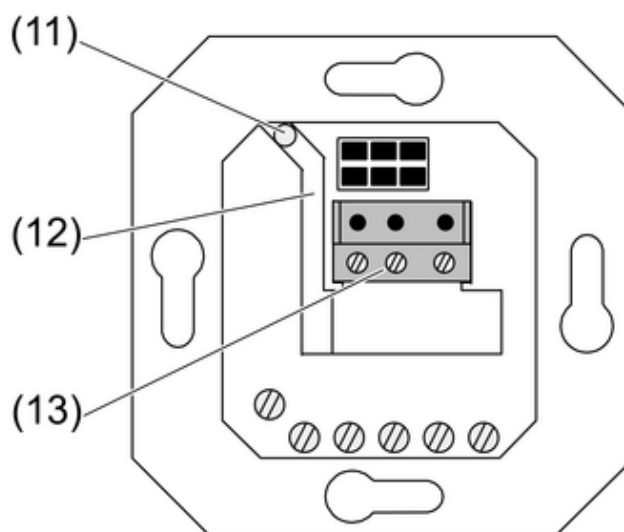
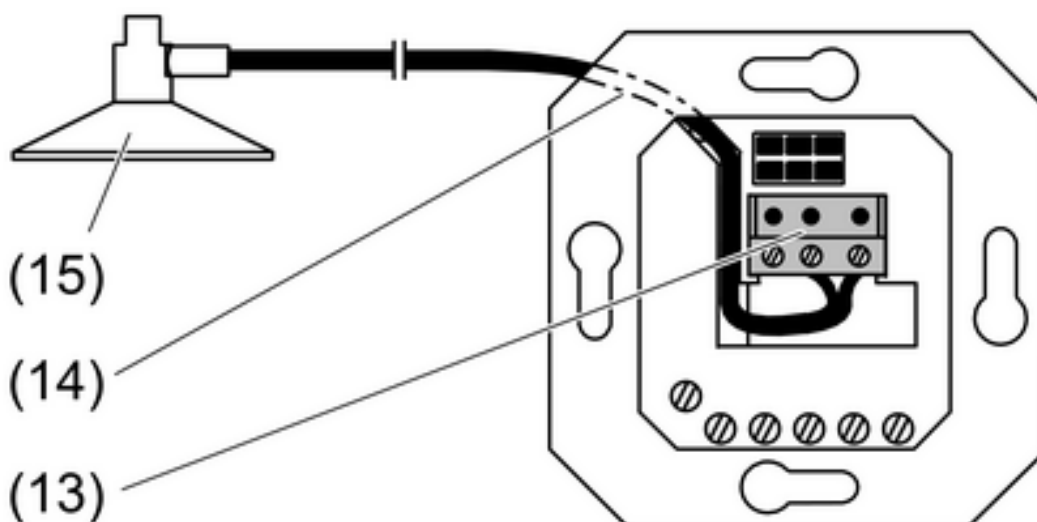
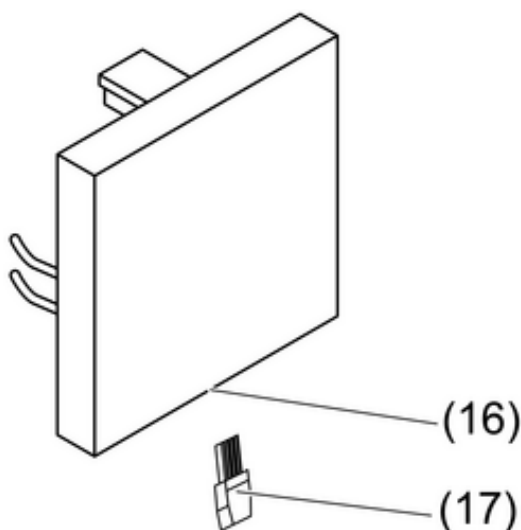

Рисунок 7: Прокладка кабеля датчика скрытой проводкой
Рисунок 8: Открытая проводка кабеля датчика
Рисунок 9: Датчик солнечного света на накладке
Монтаж кабеля датчика может быть выполнен тремя различными способами. Скрытая проводка (рисунок 7), открытая проводка (рисунок 8) и с помощью соответствующих накладок путем вставки кабеля датчика в накладку (рисунок 9).
- Вставьте кабель в отверстие (11) вставки и через кабельный канал (12) проведите в блок зажимов (13) (рисунок 7).
- Отрежьте штекер внутреннего датчика (15) для того, чтобы выполнить открытую проводку кабеля.
- Введите кабель датчика за несущей плитой (14) в кабельный канал к присоединительной клемме (13) (рисунок 8).
- Вставьте штекер (17) в розетку вставки (16) (рисунок 9).